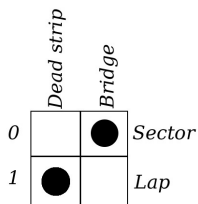

Figura 11: ponte Ds sensore di settore, banda morta sensore di fine giro
Affinché il ponte DS venga interpretato dalla *Track Interface* come sensore di settore e la banda morta come sensore di fine giro, è necessario settare il doppio *swich* (5) come mostrato nella figura 11.